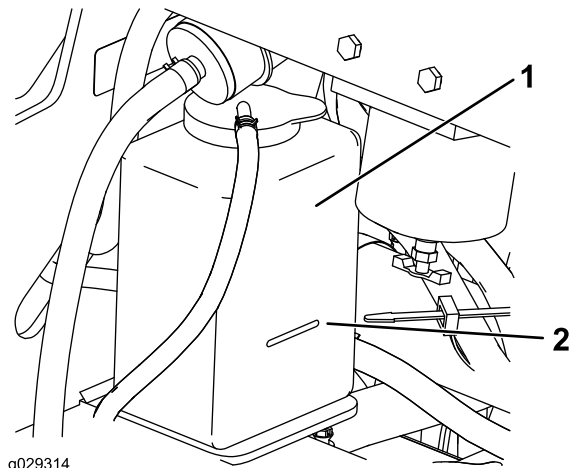

Figure 61
3. Vérifiez le niveau de liquide de refroidissement dans le vase d'expansion (Figure 61).